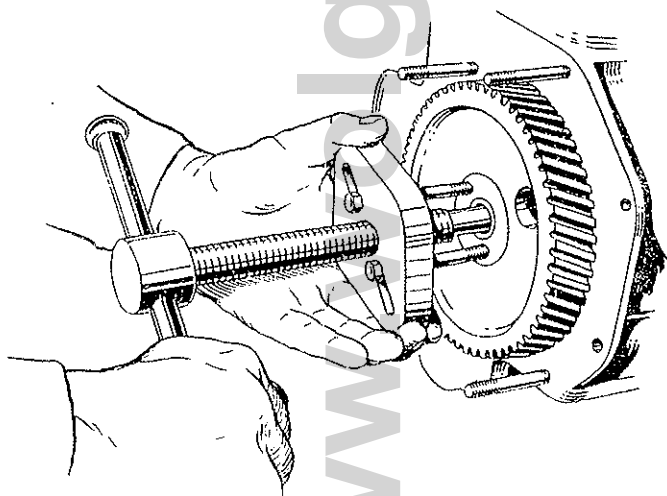

Bild 58 Ausbau des Nockenwellenrades
- mit einer Abziehvorrichtung das Nockenwellenrad ausbauen (Bild 58), nachdem man zunächst dessen mittlere Befestigungsschraube losgedreht hat;